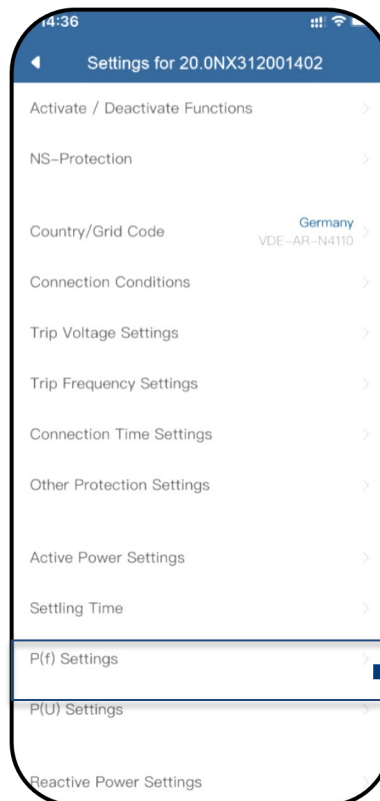
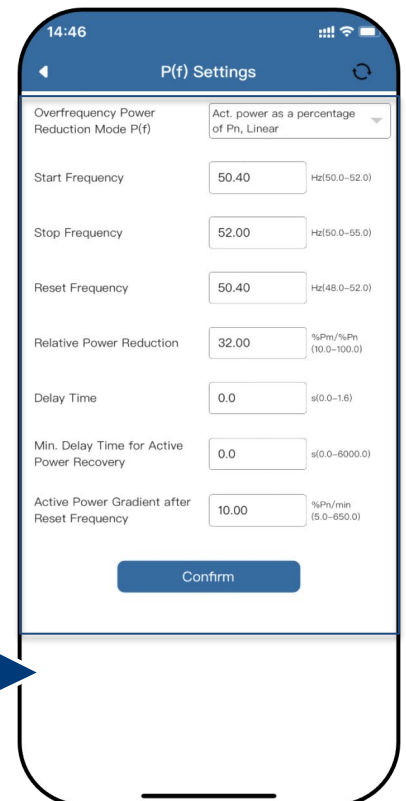

Abb. 113. Auswahl der P(f)-Einstellungen
Abb. 114. Wählen Sie die P(f)-Parameter
5. Stellen Sie die interne Verzögerungszeit P(U) ein.
- » P(U) ist definiert.
**Legende für Fig. 113+Fig. 114:**